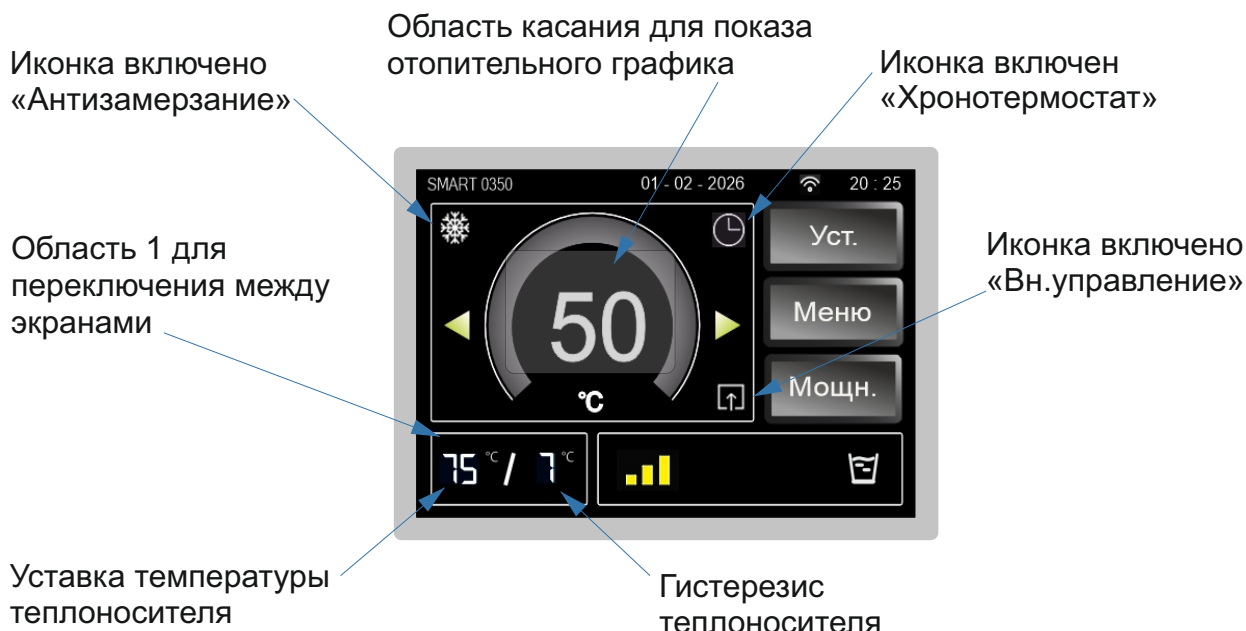
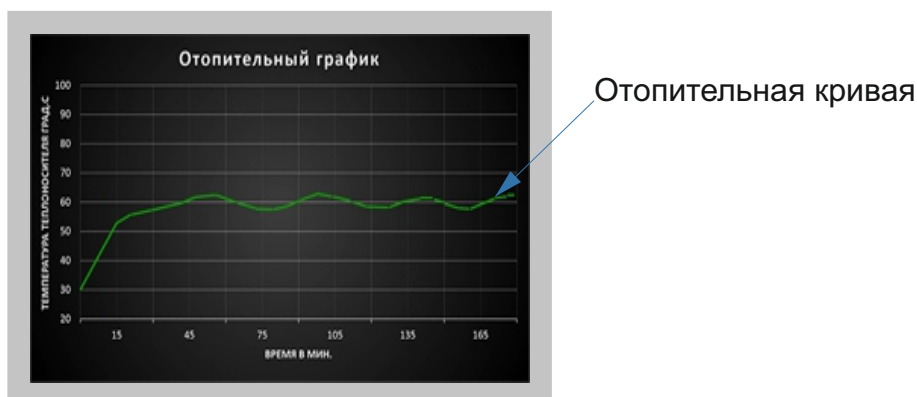

Рис.4
Рис.5
5.1.5 Контроллер имеет два главных экрана, переключаемых кликом на область 1 рис.4, отличающиеся отображением значений комнатной и уличной температуры см. рис 1 или показом температурных уставок теплоносителя см.рис.4. Переключение между экранами станет возможным только при подключении хотя бы 1 дополнительного датчика.
5.1.7 Кликая на область экрана с текущей температурой теплоносителя см. рис.4 можно вывести на экран **"Отопительный график"** за последние 3 часа см.рис. 5.